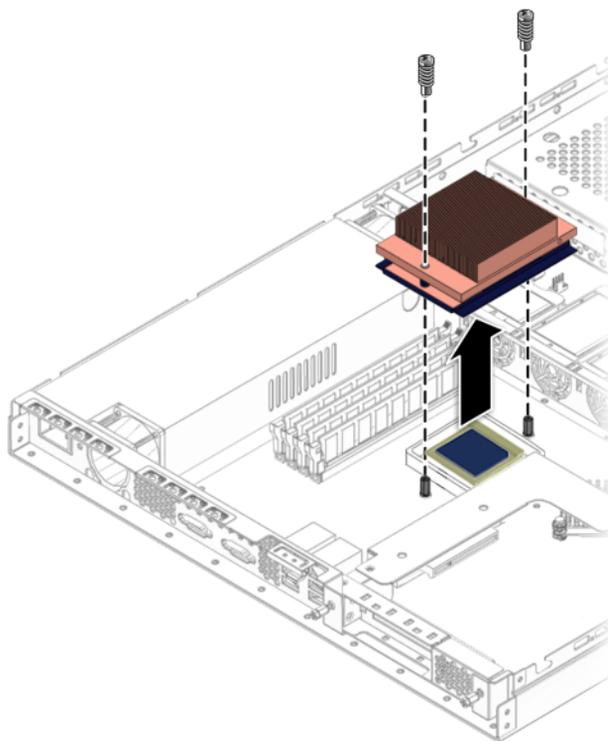

図 4-31 ヒートシンクの取り外し
3. ヒートシンクをボードに固定している 2 本のネジを緩めます (図 4-31 参照)。